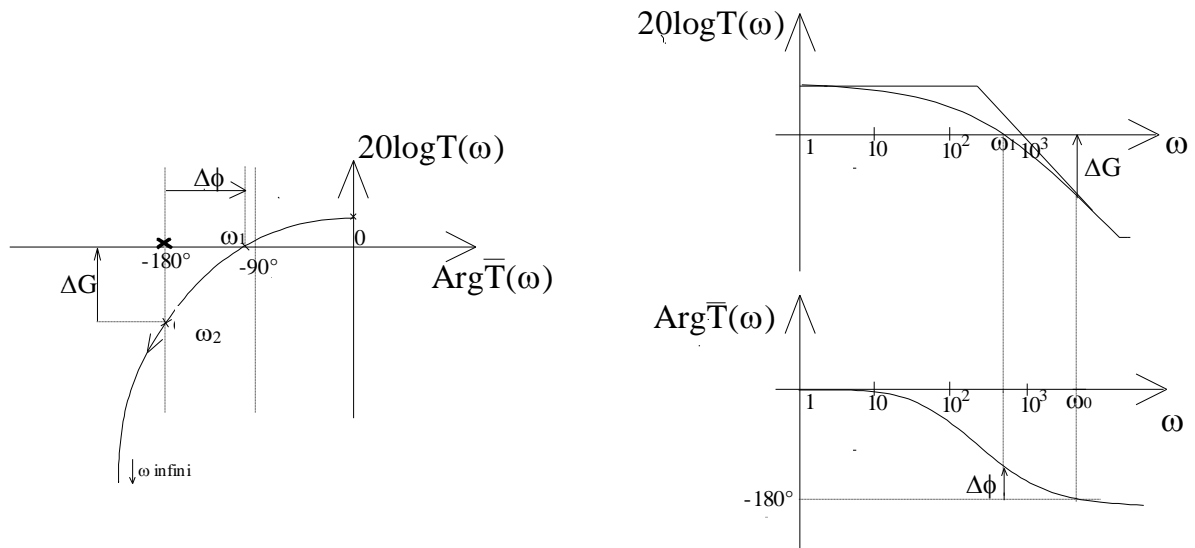

Figure 17
Dans le plan de Bode, le système est stable en boucle fermée, si et seulement si la courbe de sa fonction de transfert en boucle ouverte passe en dessous du niveau 0dB quand la phase vaut  $-180^\circ$ . (Voir figure 17).
Dans les deux cas de la figure 17, le système est stable en boucle fermée.
**Le système est stable si et seulement si les marges de gain et de phase sont strictement positives.** On a représenté, figure 17, ces marges dans le plan de Black et Bode.